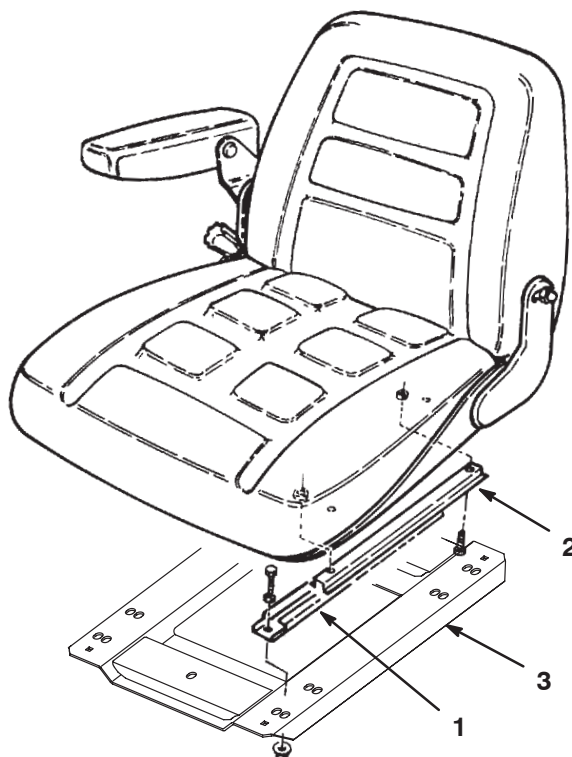

Bild 2
1. Nehmen Sie die Versandbefestigungen ab, mit denen die unteren Sitzschienen an den oberen Sitzschienen befestigt sind. Achten Sie auf die Ausrichtung der unteren Schienen, damit Sie diese wieder ordnungsgemäß einbauen (Bild 2).
2. Schieben Sie unteren Schienen auf die oberen Schienen (Bild 2).
4. Befestigen Sie die Schienen lose an der Sitzplatte. Verwenden Sie die mit dem Sitz gelieferten Befestigungsteile (Bild 2).